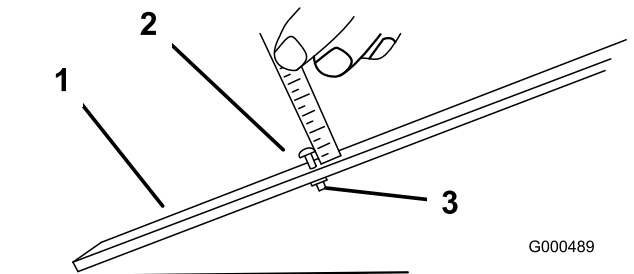

图10
2. 松开调刀尺上的螺母，并将调整螺丝设定为理想的剪草高度（图10）。螺丝头底部与调刀尺表面之间的距离就是剪草高度。